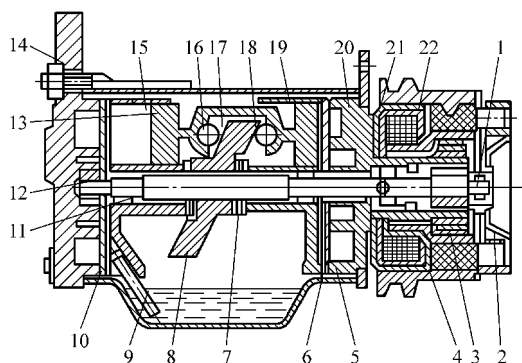

图 7-13 回转斜盘活塞压缩机结构
1) 结构。回转斜盘式压缩机的结构如图 7-13 所示, 它主要由气缸、前缸盖、后缸盖、